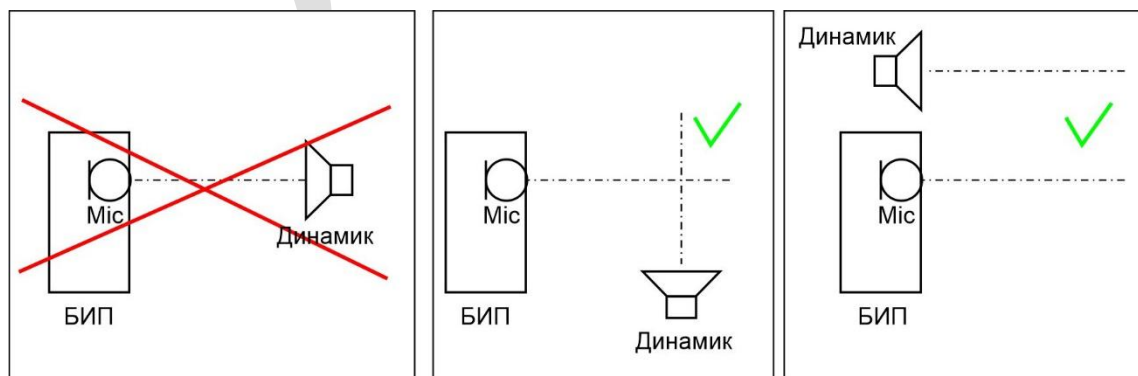

Рисунок 3.4
- запрещается направлять динамик напрямую на микрофон (рисунок 3.4);